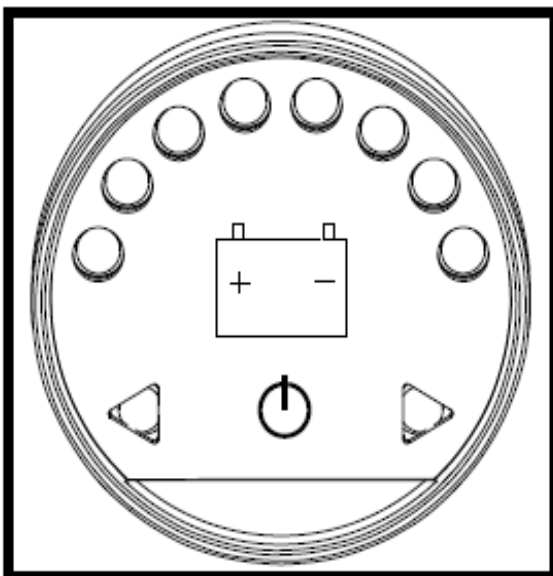

Figura 19. Indicador del estado de la batería
4. Separe las dos partes con cuidado. Ver figura 19.
1. Coloque las partes frontal y posterior como se muestra en la figura 19.